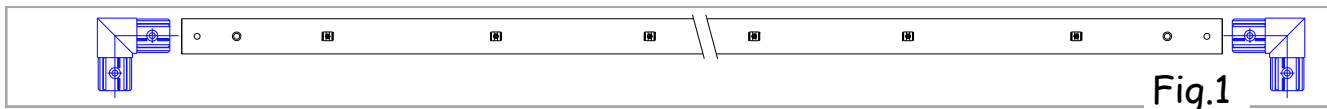

Fig.1
- Assembler les jonctions  $\varnothing 102$  avec crochet sur chaque transversale avec les vis TBHC M10x40 + rondelles => Fig.1
- Assemble the  $\varnothing 102$  junctions with hook on each crossbar with the screws TBHC M10x40, washers => Fig.1